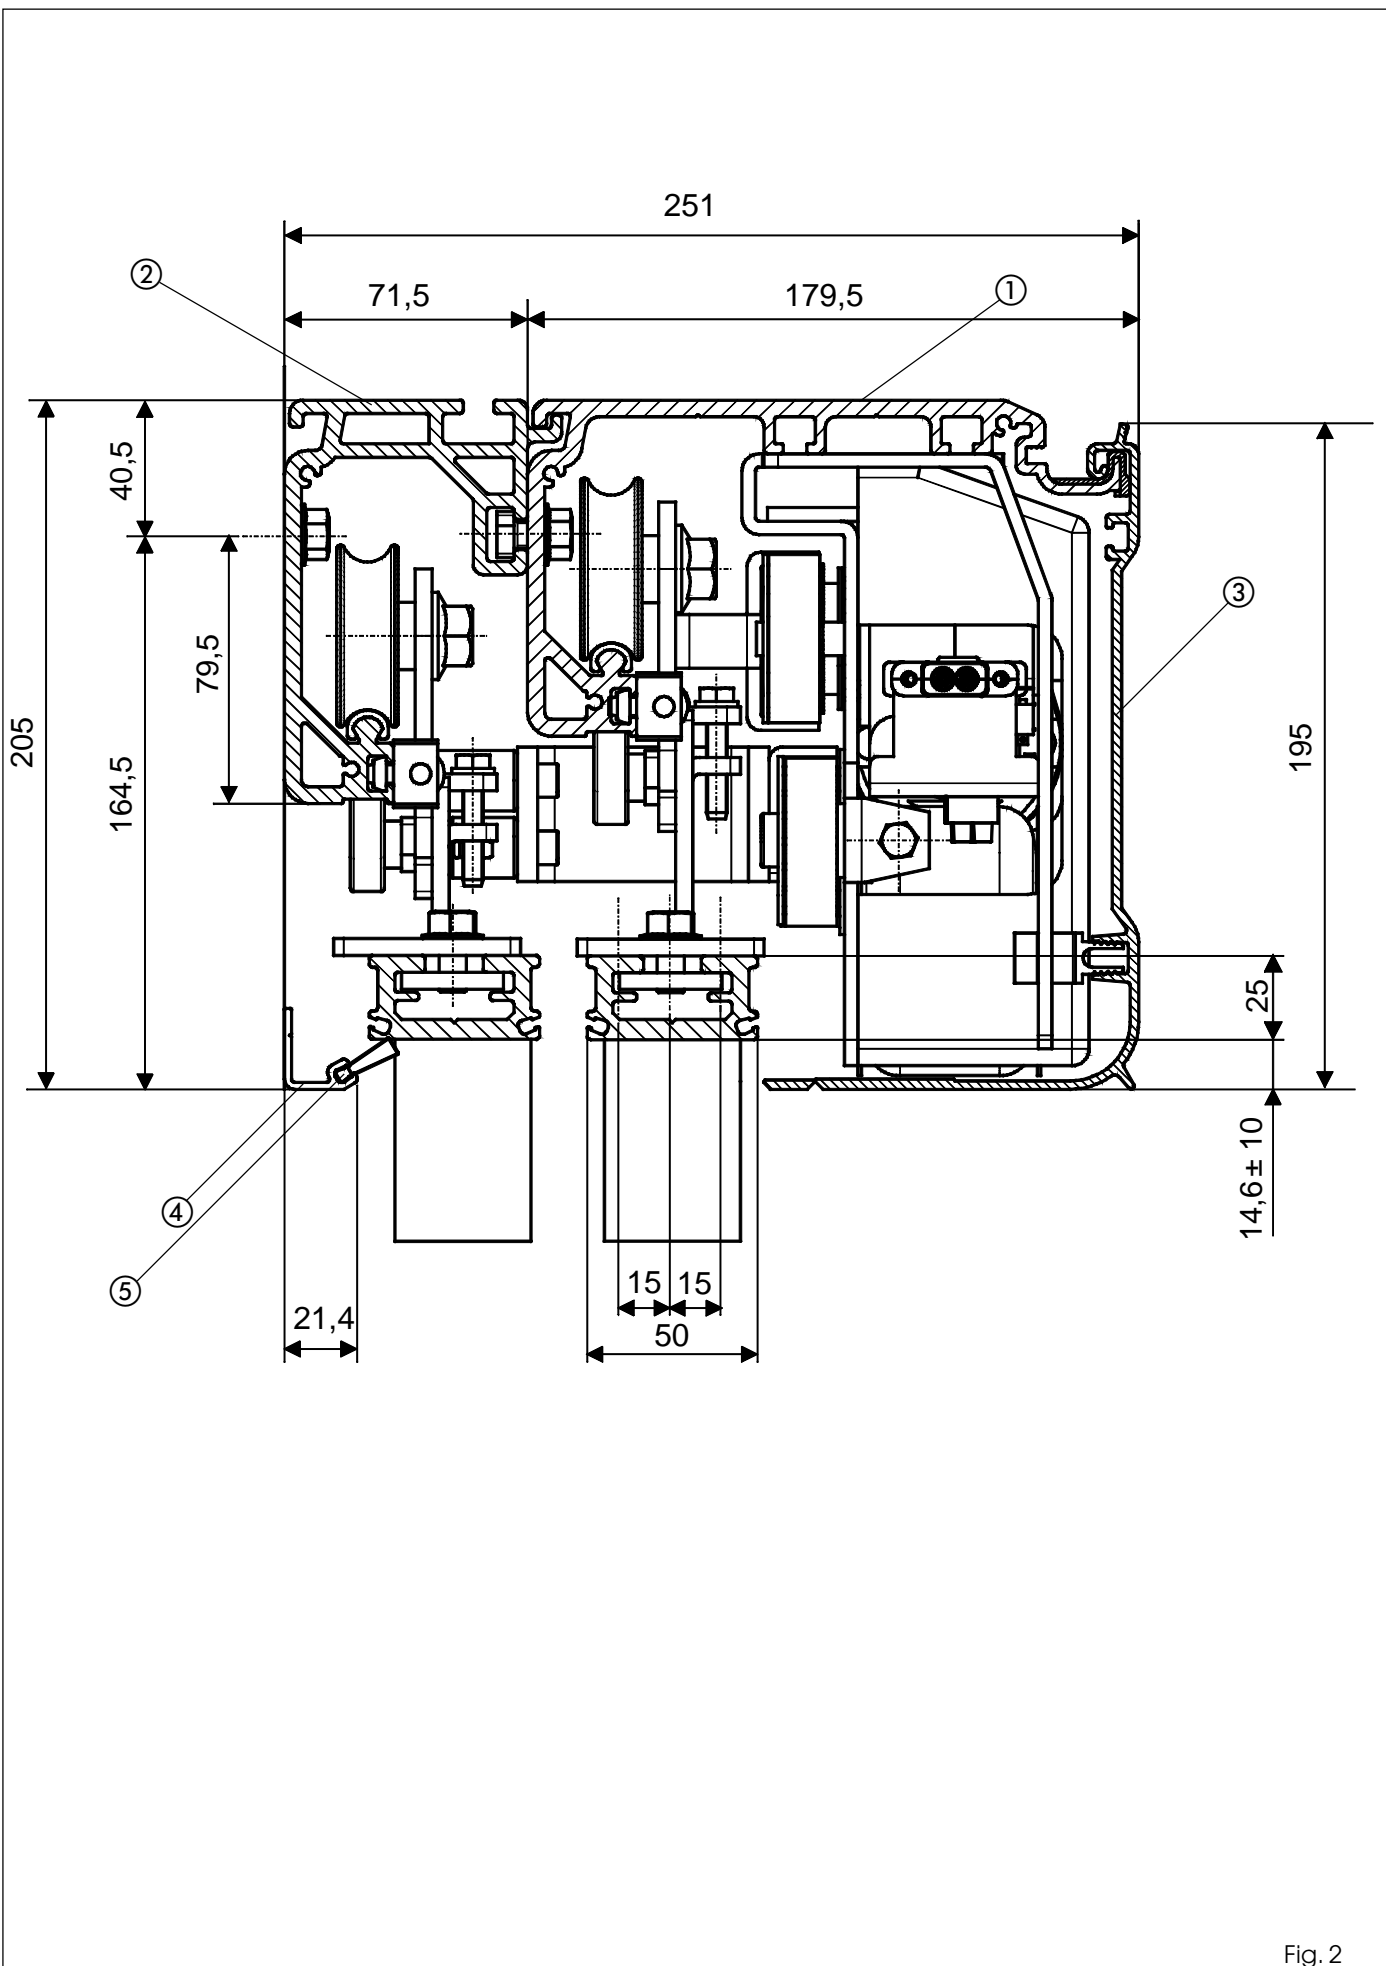
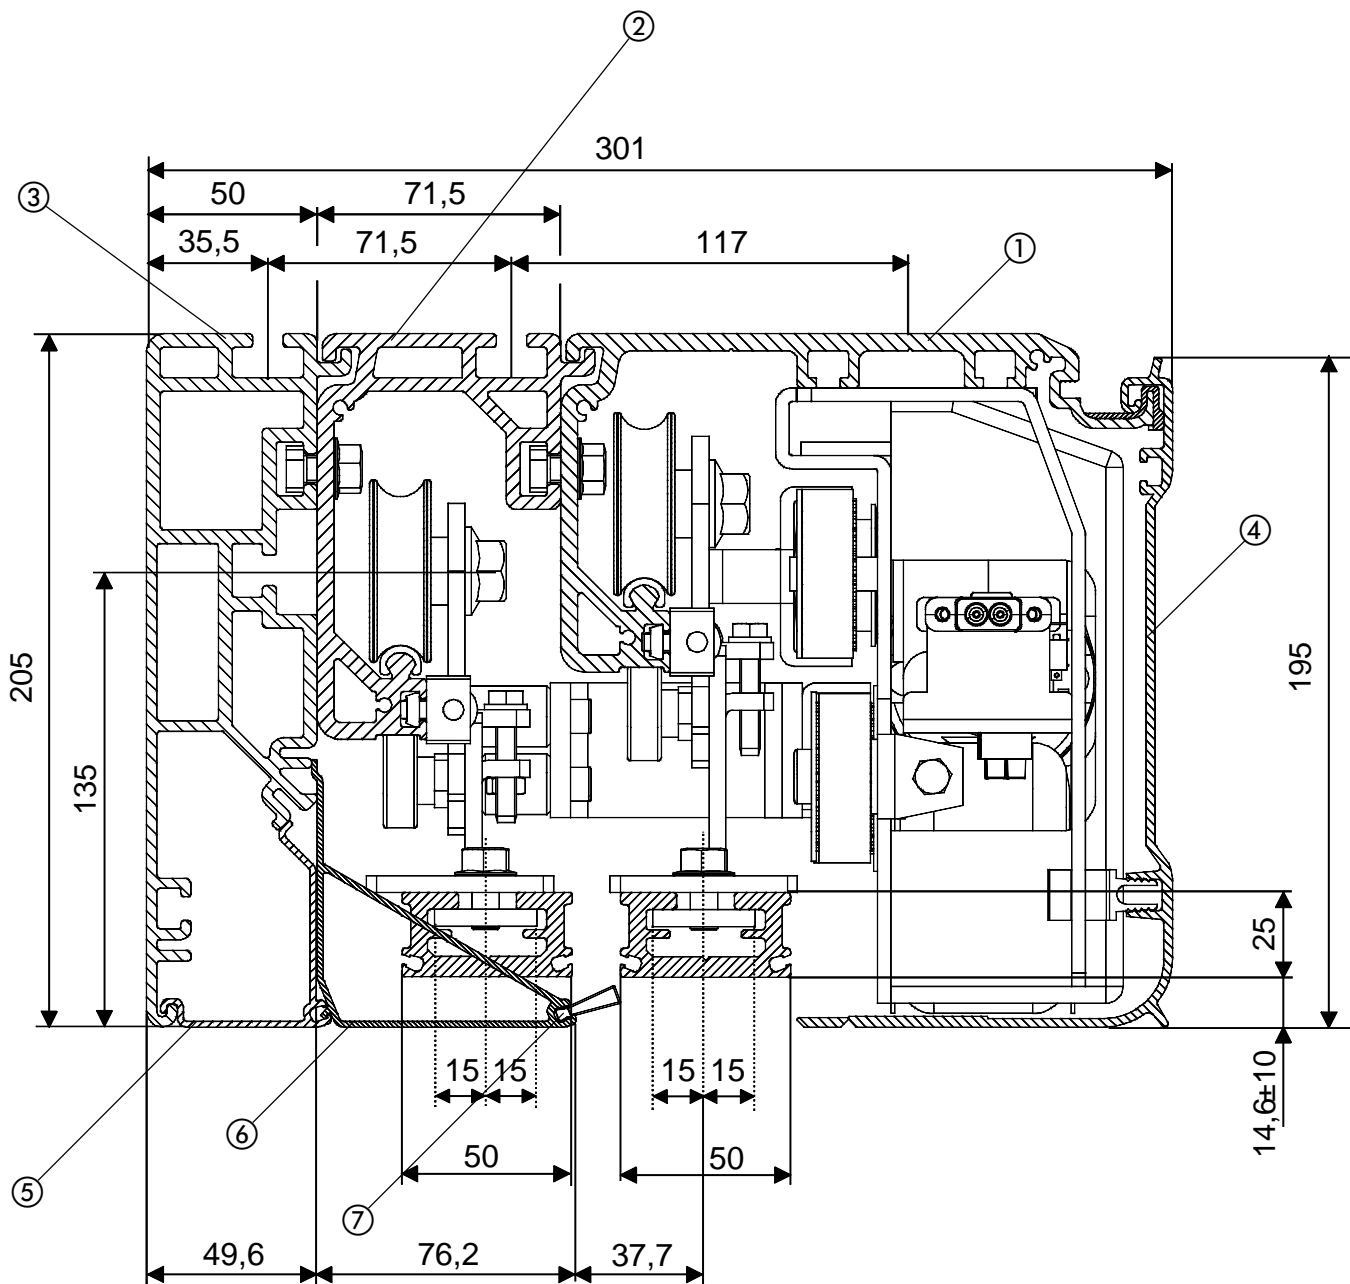

Fig. 2
Fig. 3
Profilé SM (fig. 2 et 3 réf.①)
Profilé télescopique (fig. 2 et 3 réf.②)
Profilé SMA (fig.3 réf.③)
Capot frontal (fig. 2 réf. ③ et fig. 3 réf. ④)
Profilé de fermeture (fig. 2 réf. ④)
Profilé de fermeture pour poutre autoporteuse (fig.3 réf. ⑤)
Profilé de fermeture pour automatisme télescopique (fig. 3 réf. ⑥)
Brosse pour profilés de fermeture (fig. 2 réf. ⑤ et fig. 3 réf. ⑦)